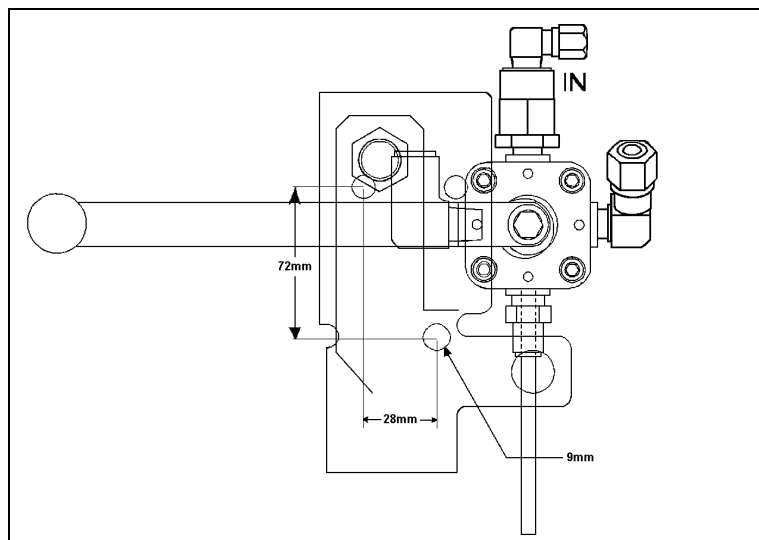

FIGURE 1: PERÇAGE DU SUPPORT
7. Percer un trou de 9mm (3/8") sur le support déjà en place sur le véhicule, 72mm (2 13/16") plus bas et 28mm (1 3/32") à la droite du trou de référence de gauche (voir la fig.1).